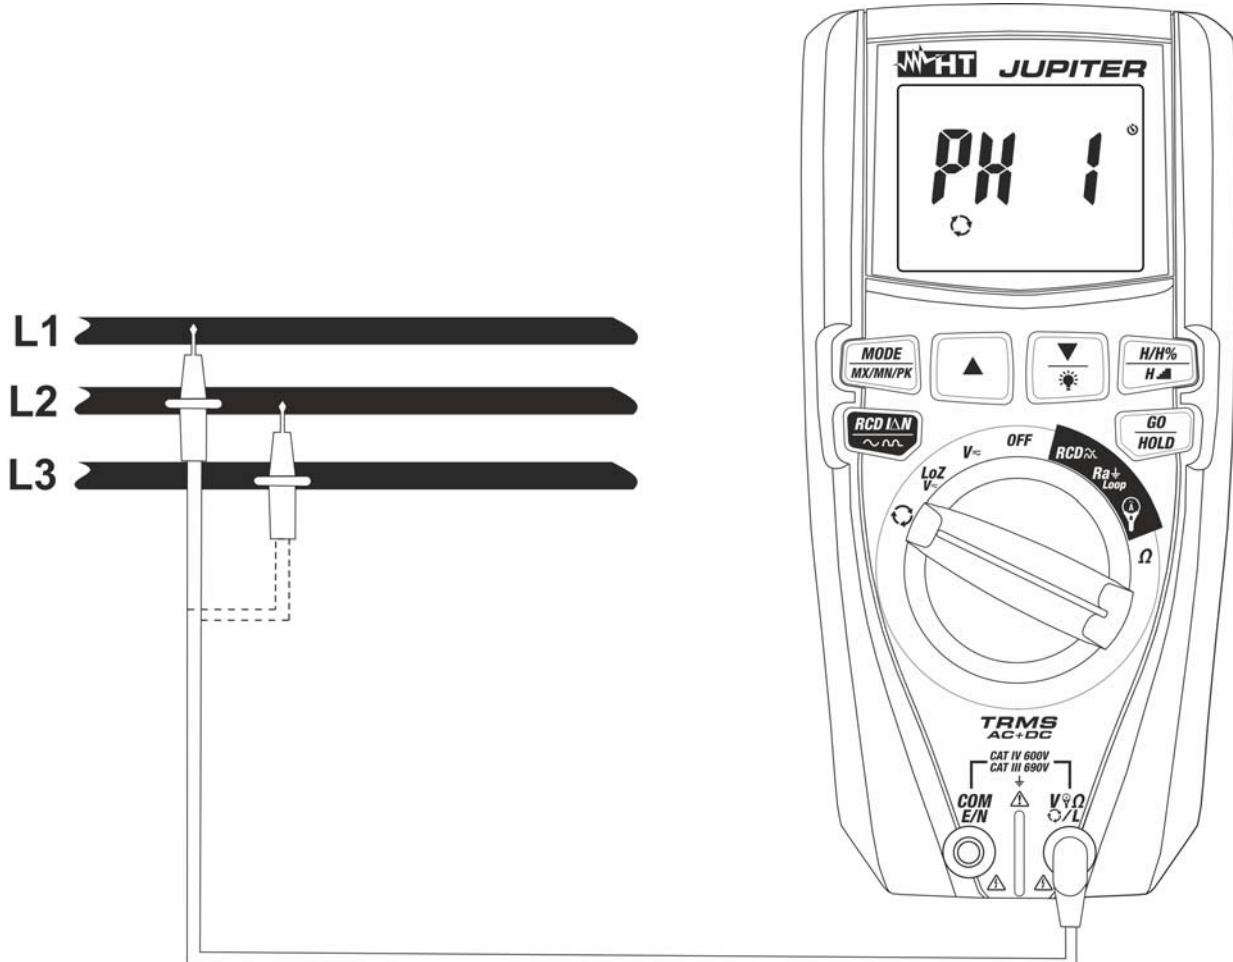
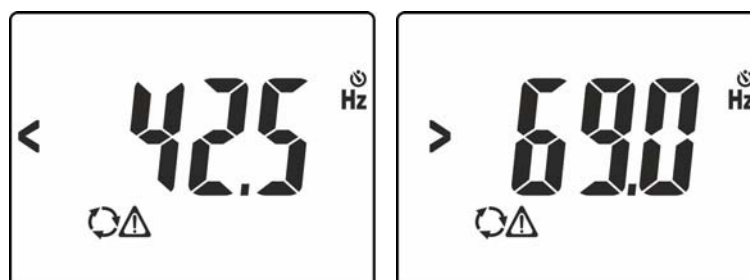
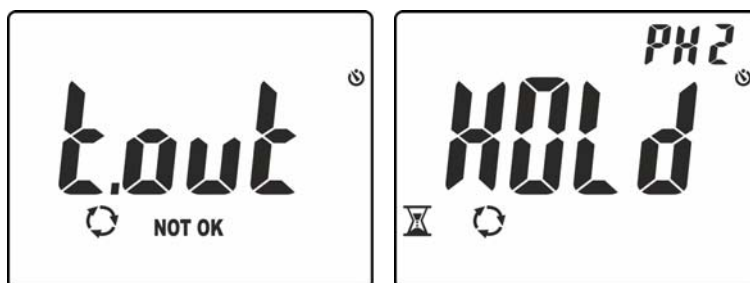

Fig. 12: Uso dello strumento per test di senso ciclico e concordanza delle fasi
Fig. 13: Segnalazione di tensione con frequenza errata
Fig. 15: Riconoscimento fase L1 e attesa per fase L2
3. Posizionare il puntale rosso sulla fase **L1** del sistema trifase in esame (vedere Fig. 12). I seguenti messaggi possono essere mostrati a display (vedere Fig. 13) a identificare la presenza di un segnale di tensione con frequenza esterna all'intervallo **42.5Hz ÷ 69Hz**. In tali condizioni lo strumento non esegue il test
6. Posizionare il puntale rosso sulla fase **L2** del sistema trifase in esame (vedere Fig. 12). Nel caso in cui il passaggio tra la fase L1 e la fase L2 avvenga in un tempo maggiore di **10s** lo strumento mostra il messaggio **"t.out"** a display (vedere Fig. 15 – parte sinistra) In condizioni corrette di tensione e frequenza, lo strumento mostra il messaggio **"HOLD"**, i simboli e **"PH2"** ed emette un suono continuo in attesa del riconoscimento di un valore stabile di tensione sulla fase L2 (vedere Fig. 15 – parte destra)